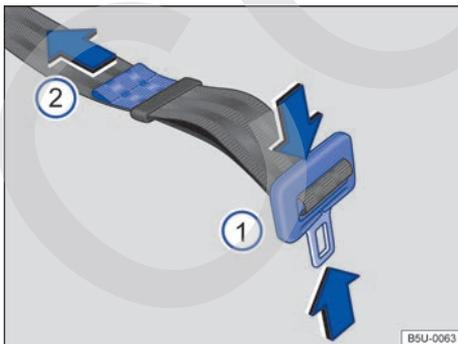

Fig. 51 Ajustar la banda del cinturón de seguridad subabdominal.
- Presionar la pestaña de encastre en el sentido de las flechas → fig. 51 ① y extender totalmente el cinturón de seguridad.
- Apretar la pestaña de encastre contra el cierre del cinturón y tirar del extremo → fig. 51 ② en el sentido de la flecha, hasta alcanzar una holgura máxima de 5 cm (3 dedos) en la zona pélvica.